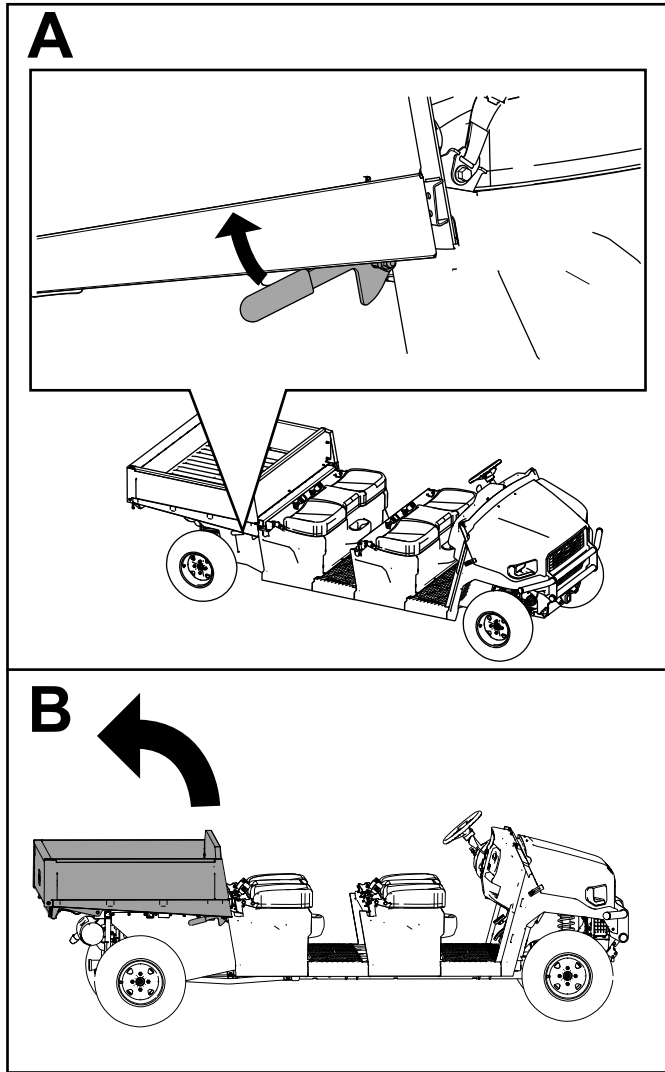

Figura 30
1. Eleve la plataforma de carga (Figura 30).